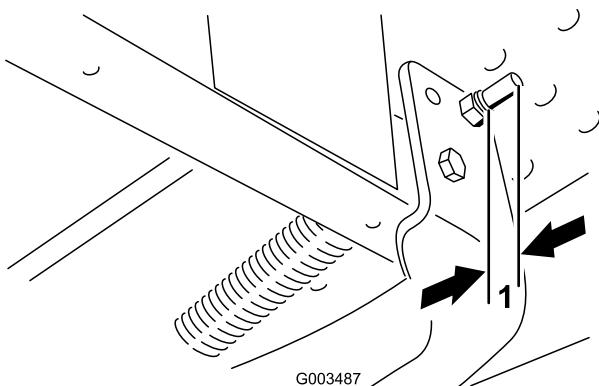

図 19
3. スプリング・ロッドを固定しているロックナットを締めてスプリングにテンションを掛ける；見えているねじ山が 6 mm～13 mmとなるように調整する（図 19）。